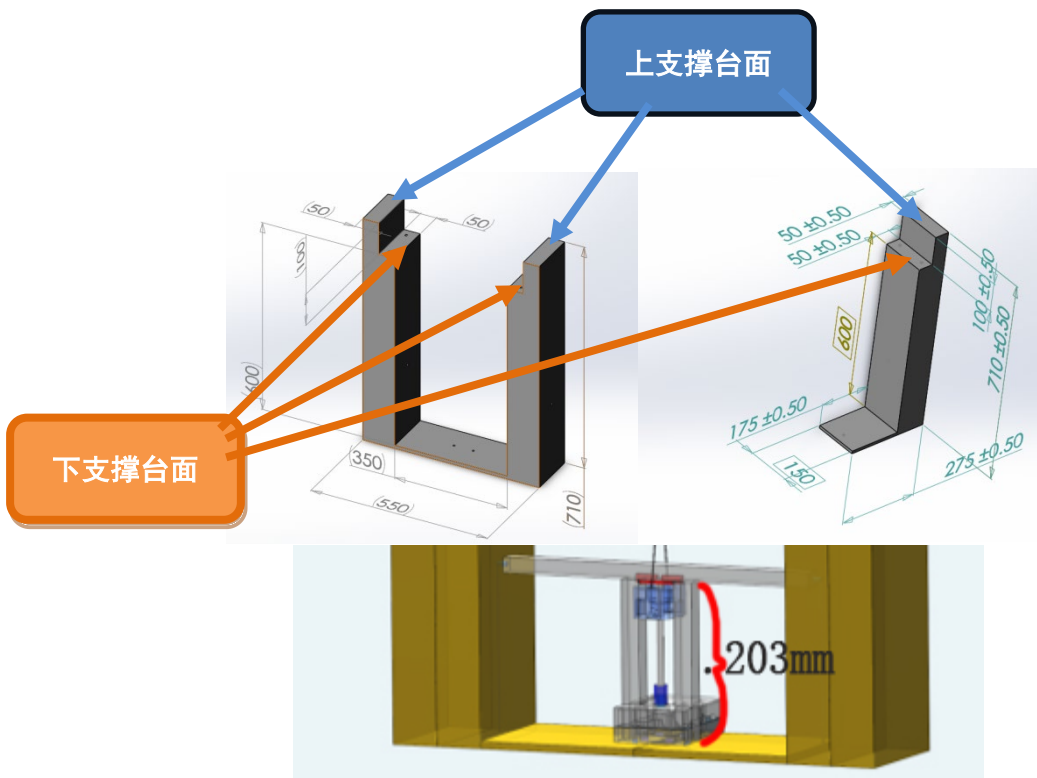

图 2：承重挑战装置参数
1. 承重挑战装置由两个支撑台面以及压力测试装置组成，上支撑台面之间的距离为 450mm，下支撑台面之间的距离为 350mm，尺寸如图 2 所示。承重挑战装置顶部组装道具是一块受力面积  $150 \times 150\text{mm}$  大小，厚 9mm 的多层木板，重量约  $115 \pm 5$  克。如图 3 所示。